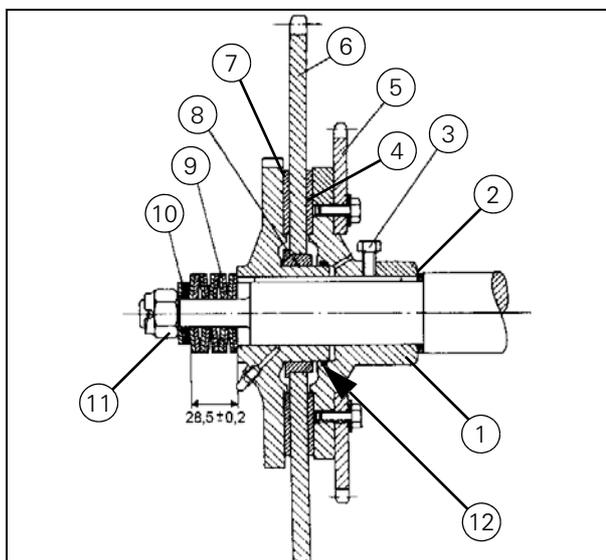

Рисунок 47
- ЗАПРЕЩАЕТСЯ смазывать подшипник скольжения (8) (Рис. 47).
- Установите новое уплотняющее кольцо (12) (Рис. 47) в ступицу муфты.
- Парно установите набор пружин (С) и тарельчатые пружины, как показано на (Рис. 47) (9). Сожмите пружины до размера (X) = $28,5 \pm 0,2$ мм.
- Установите необходимое количество промежуточных втулок (D) так, чтобы паз шплинта совпал с пазом гайки.
- Убедитесь, что звездочка (E) находится на одной линии со звездочкой промежуточного вала. При необходимости установите втулки в ступицу (F).
- После сборки через пресс-масленку запрессуйте консистентную смазку, пока она не покажется в отверстии ступицы муфты (B).